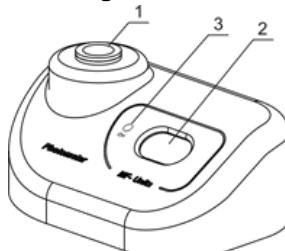

Abbildung 3. Vorderansicht
- Prüfen Sie, ob sich der Adapter gemäß **A-16** in der Steckdose befindet (Abb. 3/1). Das Gerät ist werkseitig für den Betrieb mit den Reagenzgläser aus Glas mit 16 mm Außen-durchmesser. Um andere Reagenzgläser zu verwenden, kalibrieren Sie das Gerät erneut, siehe Abschnitt **Kalibrierung**.
- 5.2. Folgende Anzeige kann auf dem Display angezeigt werden (Abb. 3/2):
Anmerkung. Das Display von **DEN-1B** schaltet sich aus, wenn sich eine Minute lang kein Röhrchen im Steckplatz befindet. Drücken Sie die Taste **On** (Ein) (Abb. 3/3), um das Gerät zu aktivieren.
- 5.3. Schütteln Sie das Röhrchen mit der Lösung (es empfiehlt sich, zum Schütteln einen Vortex zu nutzen, z.B. Personal Vortex V-1 plus) und stecken Sie es in den Steckplatz des Densitometers (Abb. 3/1). Der McFarland-Wert der Lösung erscheint auf dem Display (Abb. 3/2).
- 6.6.2. **Transparenter Standard.** Das Display zeigt die Anzeige nach **0.00**. Standard für **0.00**-Wert in die Steckdose (Abb. 3/1) des Geräts einstecken. Wenn der Standardwert für 0,00 nicht verfügbar ist, füllen Sie den Schlauch (der für den Betrieb verwendeten Art) mit destilliertem Wasser. Verwenden Sie die Tube als Wertstandard nach **0.00**. Taste **Installieren** drücken, um den transparenten Standardwert zu speichern. Das Display zeigt den nächsten erforderlichen Kalibrierungswert.
- 6.7. **Gemeinsame Kalibrierregeln.** Das Display zeigt den erforderlichen Kalibrierungswert an. Stecken Sie den erforderlichen Standard in die Buchse (Abb. 3/1) des Geräts und drücken Sie die Taste **Installieren**, um den Wert für den aktuellen Standard zu speichern.